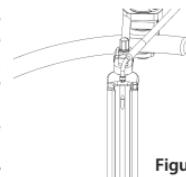

Figura 18
- Inserire delicatamente le estremità biforate nei fori che si trovano nella parte superiore delle **lame del divaricatore** (Figura 18).